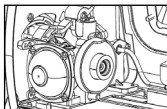

Fig. 3
3. Vérifiez la surface du support de la cartouche de gaz pour tout corps étranger (poussière magnétique, etc.) et, si nécessaire, retirez-les à l'aide de ruban adhésif [Fig. 3].